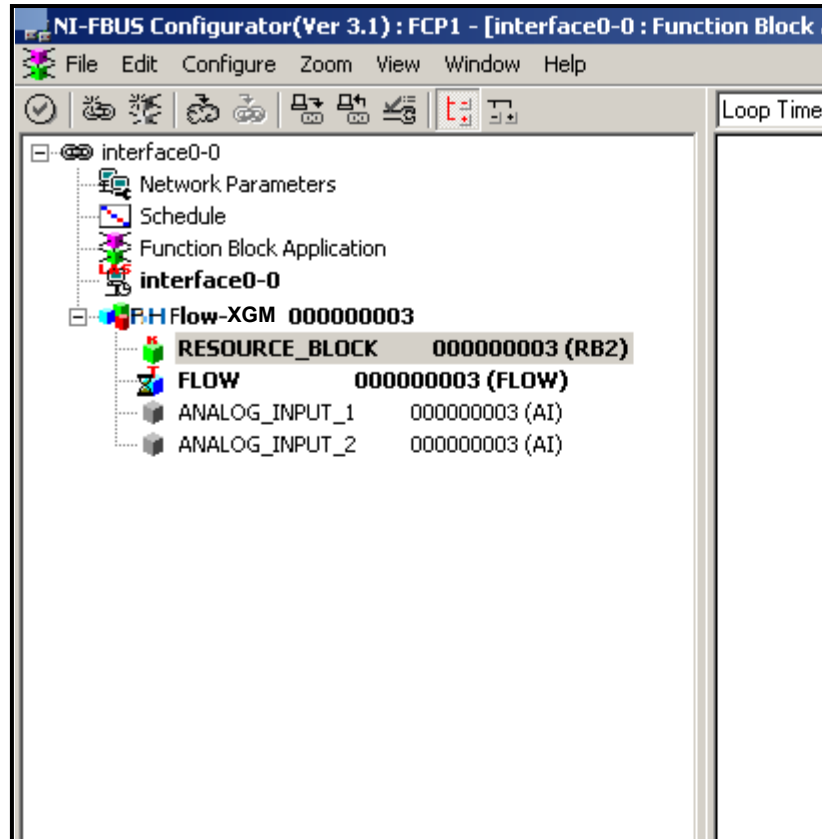

Figura 59: Exemplo de Configuração do Utilitário de Configuração
Figura 59 abaixo mostra o Utilitário de Configuração com um medidor de vazão na rede (Panametrics Flow-XGF).
1. Clique duas vezes no bloco de EA para o qual deseja definir as unidades (ANALOG_INPUT_1 (ENTRADA_ANALÓGICA_1) ou ANALOG_INPUT_2 (ENTRADA_ANALÓGICA_2) na árvore em GEFLOW-XGF; consulte a *Figura 59* na página 118).
1. Clique duas vezes no bloco do transdutor FLOW (VAZÃO) (na árvore em GEFLOW-XGF; consulte a *Figura 59 na página 118*).